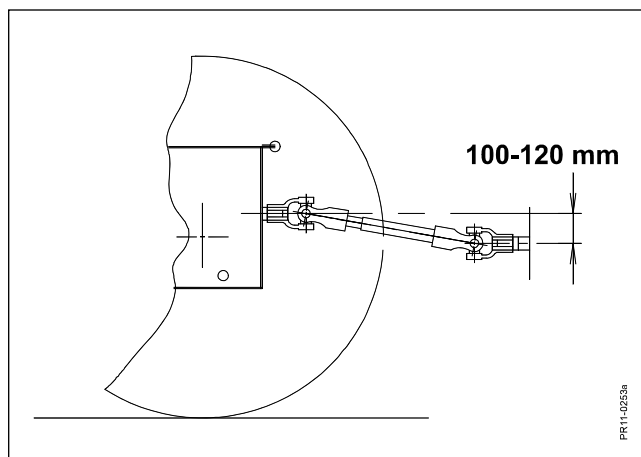

Fig. 2-12
- Fig. 2-12** Maskinens arbejdsstilling fastlægges, idet kraftindtaget (PIC) på vinkelgearet på toprammen skal være 100 - 120 mm lavere end traktorens PTO. Dette svarer til en hældning for KO-akslen på ca.10°.